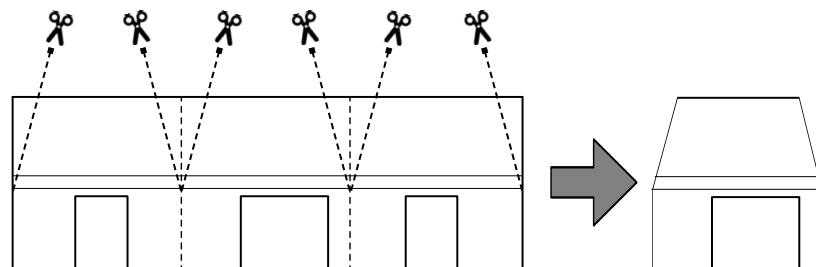

Fig. 10 - Preparazione elementi colmo
- Predisporre gli elementi colmo, andando a tagliare in tre pezzi una tegola intera e sagomando la parte superiore con una certa inclinazione di taglio -Fig. 10.
- Predisporre gli elementi di colmo andando a tagliare in tre una tegola intera e sagomando la parte superiore con una certa inclinazione di taglio - Fig. 10.